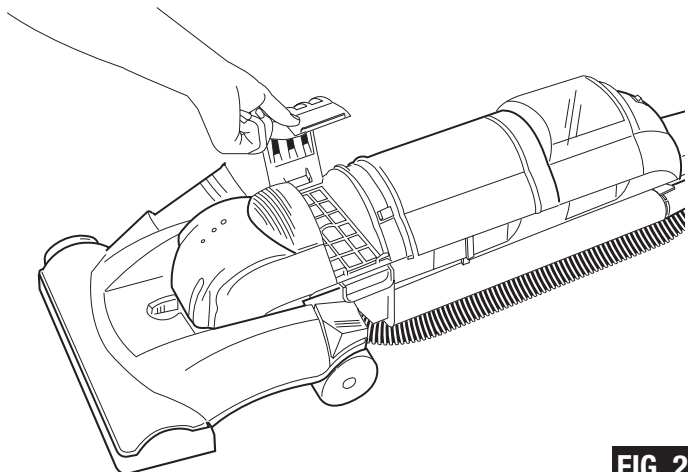

FIG. 27
- Step 2:** Remove bottom filter cover and filter (FIG. 27 & 28).
Étape 2 : Enlever le couvercle du filtre du bas et le filtre (FIG. 27, 28).
Paso 2: Quite la tapa del filtro y el filtro de abajo (FIG. 27, 28).